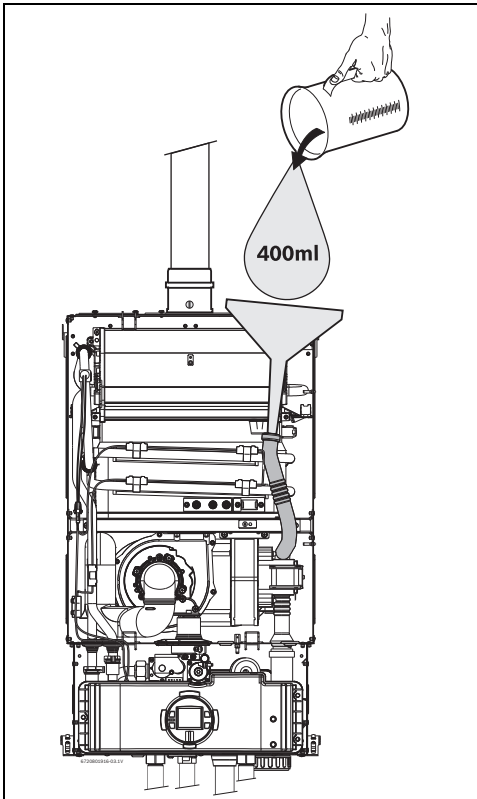

Fig. 34 Riempimento del serbatoio, con acqua, ad installazione avvenuta
- ▶ Riempire il serbatoio condensa, con circa 400 ml di acqua, direttamente dal tubo di scarico condensa. Per evitare danni all'apparecchio, inserire un imbuto nell'estremità del tubo (Fig. 34).